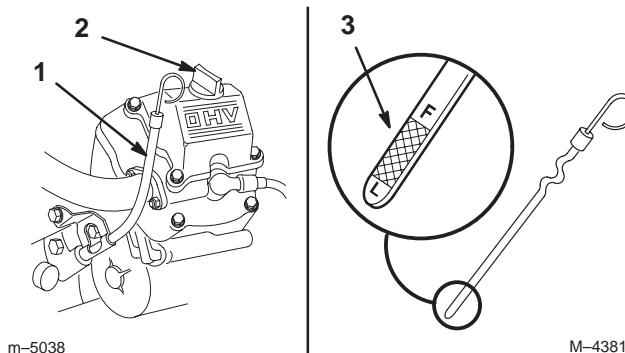

Figure 37
2. Nettoyez la surface autour de la jauge d'huile pour éviter que des impuretés ne s'introduisent dans le goulot de remplissage, ce qui risquerait d'endommager le moteur (Fig. 37).
3. Sortez la jauge d'huile et essuyez soigneusement l'extrémité métallique (Fig. 37).
4. Enfoncez la jauge complètement dans le goulot de remplissage. Sortez de nouveau la jauge et examinez l'extrémité métallique (Fig. 37). Si le niveau est bas, versez lentement une quantité d'huile suffisante dans le goulot de remplissage pour amener le niveau au repère du plein (F).
5. Versez lentement environ 80% de la quantité d'huile spécifiée dans le goulot de remplissage (Fig. 37) (voir Changement de l'huile moteur et du filtre, page 32).